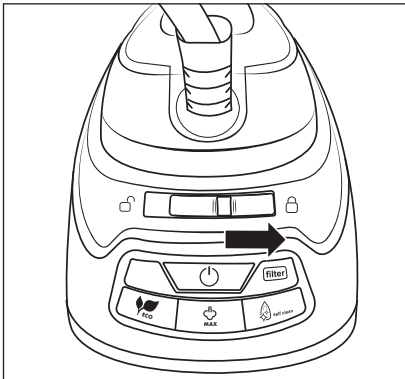

Abb. 8
- 4) Verriegeln Sie das Dampfbügeleisen ❶, indem Sie den Verriegelungsschalter ❶ nach rechts in Richtung (verriegelt) schieben (siehe Abb. 8).